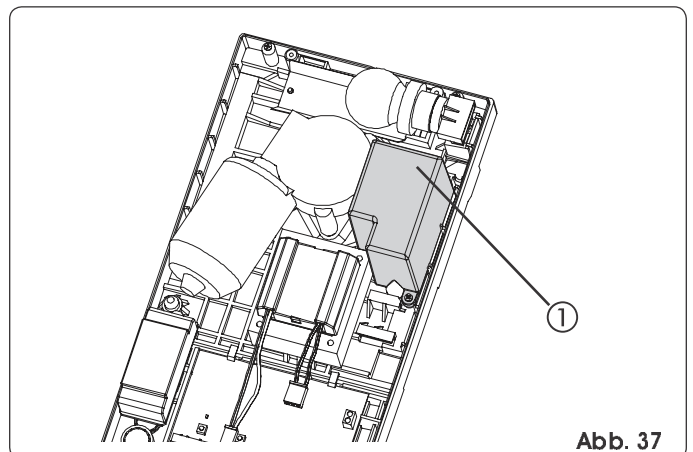

Abb. 37
Der Pufferbatteriensatz ermöglicht die Betätigung der Automation auch bei Ausfall der Stromversorgung. Die Batterien werden im Antrieb mit Hilfe einer mitgelieferten Schraube untergebracht (Abb. 37 Bez. ①).